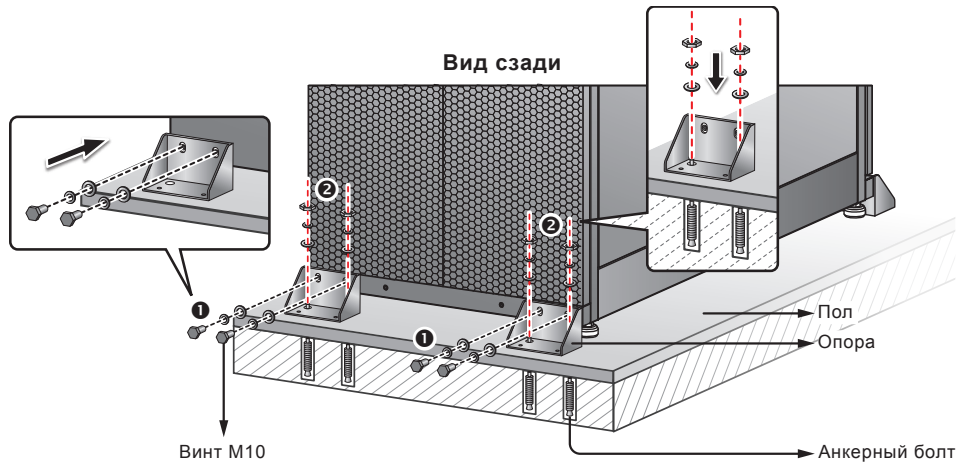

Рис. 5-3. Установка опор сзади
- 4) Ключом с головкой 16 мм отверните 4 винта М10 ❶ и снимите с поддона две опоры, фиксировавшие ИБП при транспортировке. Прикрепите две опоры этими винтами к ИБП сзади. Для фиксации ИБП ❷ прикрепите опоры к полу анкерными болтами с гайками. Анкерные болты приобретаются отдельно. См. **Рис. 5-3**.